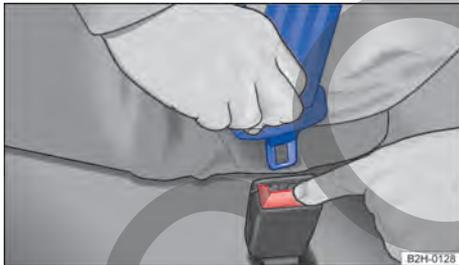

Fig. 21 Soltar la lengüeta del cierre del cinturón.
1. Pulse la tecla roja del cierre del cinturón → **fig. 21**. La lengüeta del cinturón sale expulsada.